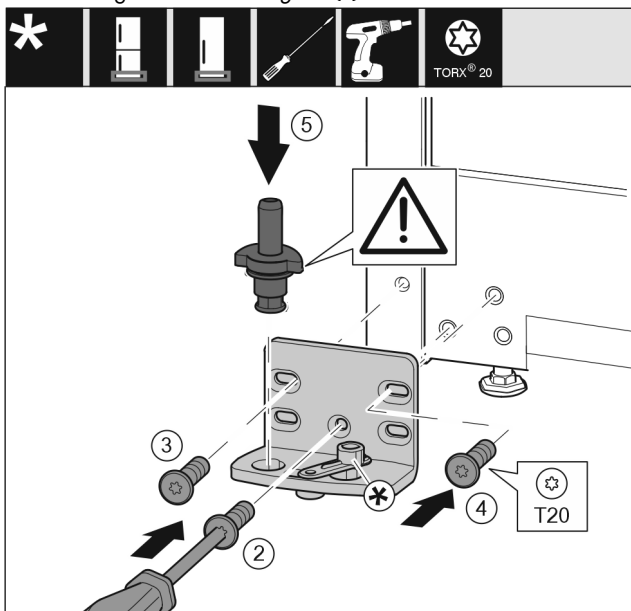

Fig. 15
- Lagerbock auf der anderen Seite ansetzen und mit Hilfe eines Schraubendrehers T20 anschrauben. Mit Schraube 2 unten in der Mitte beginnen. Fig. 15 (2)
- Schraube 3 und 4 festschrauben. Fig. 15 (3,4)
- Lagerbolzen komplett einsetzen. Dabei darauf achten, dass der Rastnocken nach hinten zeigt. Fig. 15 (5)